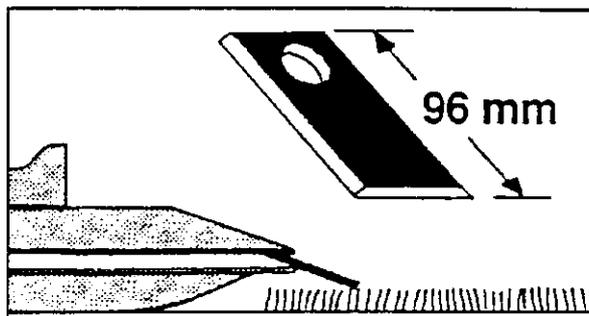

afb. 4-15
5. Onderste hefarm met slinger (a) zo instellen dat de geheven machine horizontaal hangt (afb. 4-15).